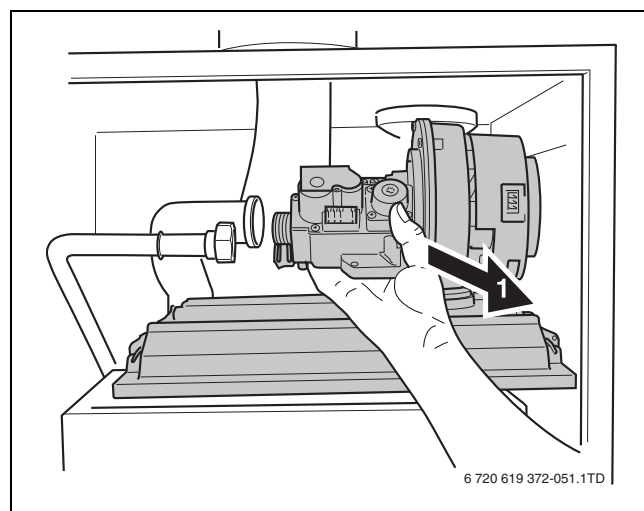

Fig. 89 Rimuovere il coperchio del bruciatore con l'unità aria/gas
- Rimuovere la copertura del bruciatore con l'unità di miscelazione aria/gas nella direzione della freccia (→ fig. 89).